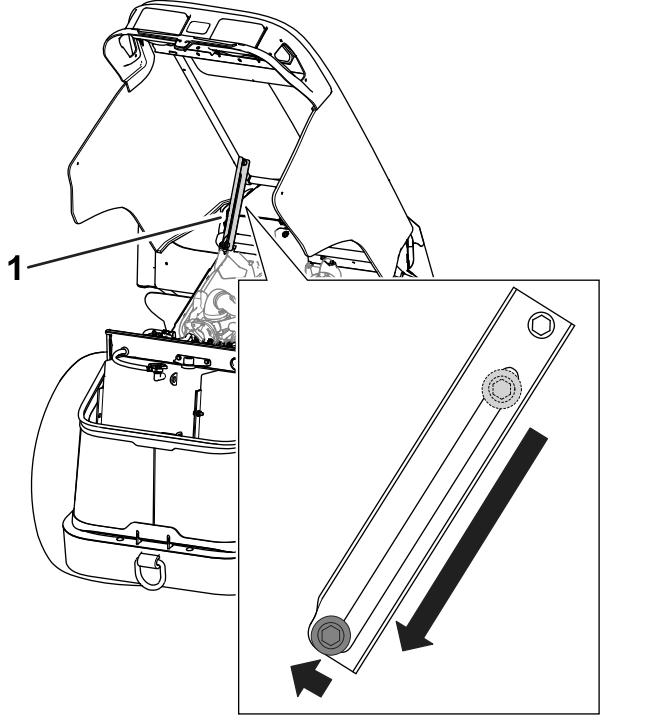

図 71
3. フードの支えボルトが支え穴に入ってフードを開けた状態で支えていることを確認する図 71。